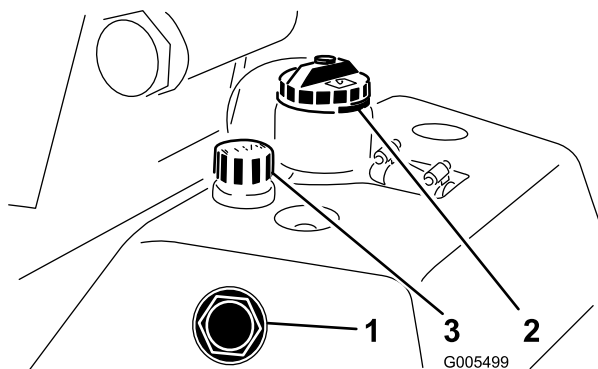

Bild 26
1. Stellen Sie die Maschine auf eine ebene Fläche. Stellen Sie sicher, dass die Maschine abgekühlt ist, sodass das Öl kühl ist. Prüfen Sie den Ölstand am Schauglas an der Seite des Hilfsöltanks (Bild 26). Wenn der Ölstand neben dem Schauglas an der Vollmarke steht, ist genügend Öl eingefüllt.